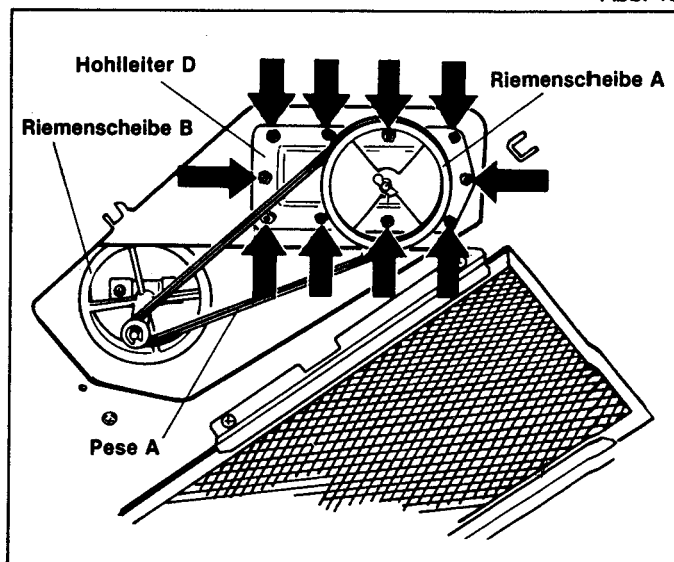

Abb. 19
(C) Pege A von Scheibe A abnehmen. **Abb. 19**.
(D) 10 Befestigungsmuttern von Hohlleiter D abdrehen. **Abb. 19**.